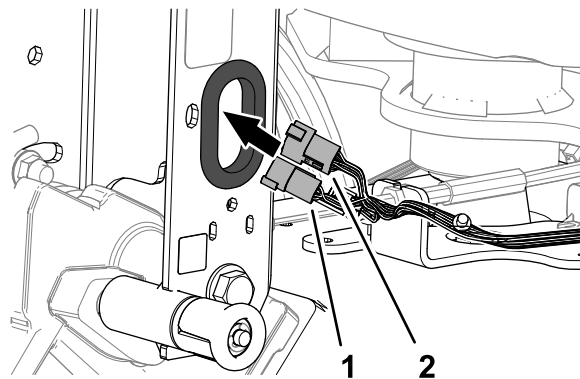

图 8
1. 将机器线束的 6 针接头和 12 针接头穿过手把槽的套环图 8。